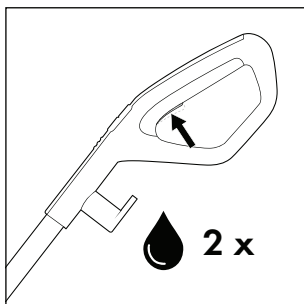
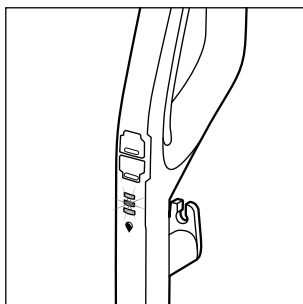

Fig. 18
Fig. 19
- ♦ Antes de cada uso, pulse brevemente dos veces el interruptor de la solución de limpieza  **15** para activar la función de rociado permanente y preparar el rodillo de cepillos **6** con la solución de limpieza para su uso (consulte la fig. 18). El indicador de la solución de limpieza  **12** parpadea en azul de forma alterna cuando está activada la función de rociado permanente o mientras se mantiene pulsado el interruptor de la solución de limpieza  **15** (consulte la fig. 19).